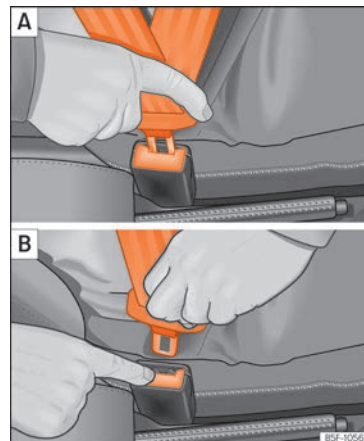

Fig. 94 Posizionamento e rimozione della chiusura della cintura di sicurezza.
- Inserire la linguetta della cintura nel bloccetto di aggancio del sedile corrispondente (si deve percepire lo scatto d'innesto) » **fig. 94.**
- Premere il tasto rosso che si trova nel bloccetto d'aggancio » **fig. 94.** La linguetta scatta all'infuori » .